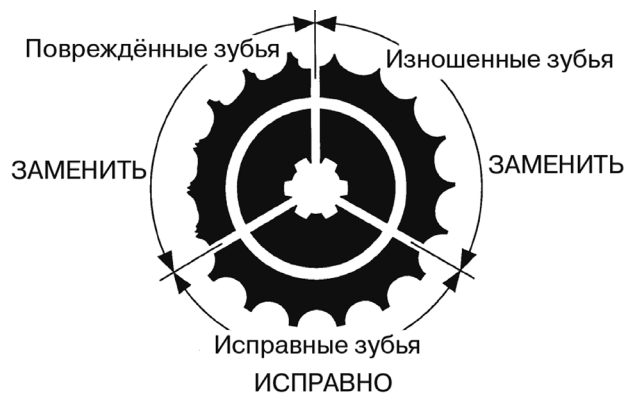

Рисунок 5.24. Вид зубьев звездочки
6. Проверьте ведущую и ведомые приводные звезды питбайка на предмет износа и повреждений (рис. 5.24). При необходимости замените поврежденные или изношенные звезды.